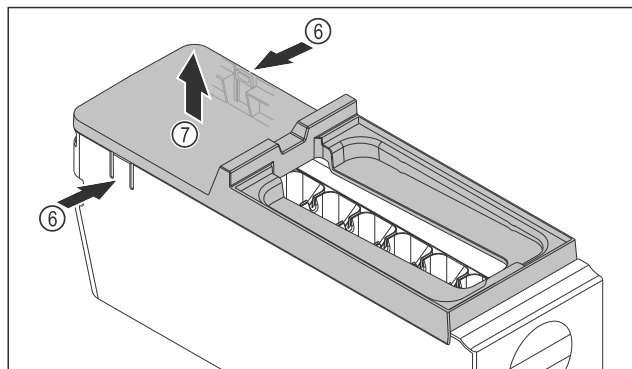

Fig. 92
- Снимите крышку корпуса EasyTwist-Ice: Надавите рукой на накладку Fig. 92 (6) с обеих сторон корпуса EasyTwist-Ice.
- Другой рукой снимите крышку Fig. 92 (7) по направлению вверх.